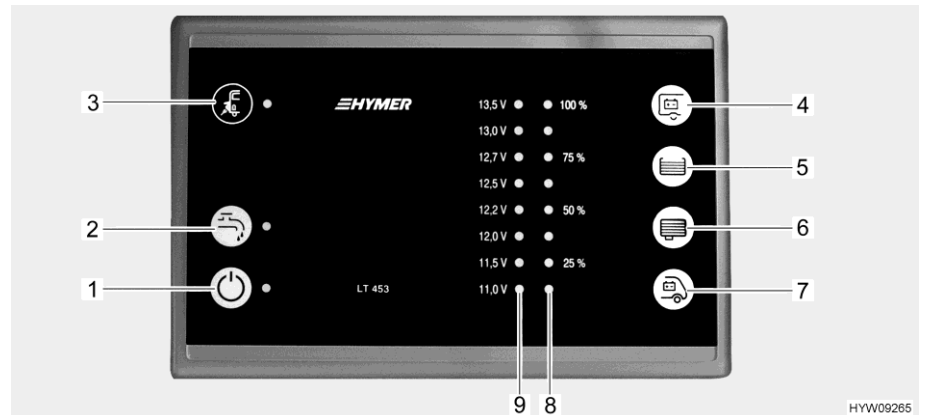

Bild 75 Panel (LT 453)
Die gelbe LED beim Symbol Netzanschluss  (Bild 75,3) leuchtet, wenn das Fahrzeug an eine externe Netzversorgung angeschlossen ist. Die LED leuchtet dann auch bei ausgeschaltetem Panel.
Der 12-V-Hauptschalter (Bild 75,1) schaltet das Panel und die 12-V-Versorgung des Wohnraums ein und aus.
Einschalten: ■ Schalter "⏻" (Bild 75,1) drücken: Die 12-V-Versorgung des Wohnraums ist eingeschaltet. Die LED leuchtet grün.
Ausschalten: ■ Schalter "⏻" (Bild 75,1) erneut drücken: Die 12-V-Versorgung des Wohnraums ist ausgeschaltet. Die LED erlischt.
Der Schalter Wasserpumpe (Bild 75,2) schaltet die Stromversorgung der Wasserpumpe ein und aus.
- Schalter Wasserpumpe "☰" (Bild 75,2) drücken: Die Stromversorgung der Wasserpumpe ist eingeschaltet. Die LED leuchtet gelb. Die Wasserpumpe wird beim Öffnen eines Wasserhahns aktiviert.
- Schalter Wasserpumpe "☰" (Bild 75,2) erneut drücken: Die Stromversorgung der Wasserpumpe ist ausgeschaltet. Die LED erlischt.
Die LED-Skala (Bild 75,9) zeigt die Batteriespannung der Starterbatterie oder der Wohnraumbatterie wie folgt an:
- Taste "☰" (Bild 75,4) drücken: Die Batteriespannung der Wohnraumbatterie wird angezeigt.
- Taste "☰" (Bild 75,7) drücken: Die Batteriespannung der Starterbatterie wird angezeigt.
Die LED-Skala (Bild 75,8) zeigt den Füllstand des Frischwassertanks oder des Abwassertanks an.
- Taste "☰" (Bild 75,5) drücken: Der Füllstand des Frischwassertanks wird durch leuchtende LEDs angezeigt.
- Taste "☷" (Bild 75,6) drücken: Der Füllstand des Abwassertanks wird durch leuchtende LEDs angezeigt.